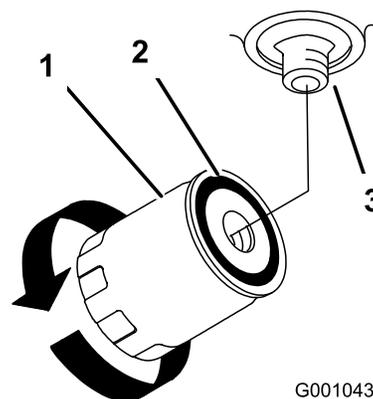

Figura 75
4. Togliete il filtro usato e tergete la superficie della guarnizione dell'adattatore del filtro (Figura 75).
7. Girate il filtro in senso orario finché la guarnizione di gomma non tocca l'adattatore, quindi serrate il filtro di un altro mezzo giro (Figura 75).